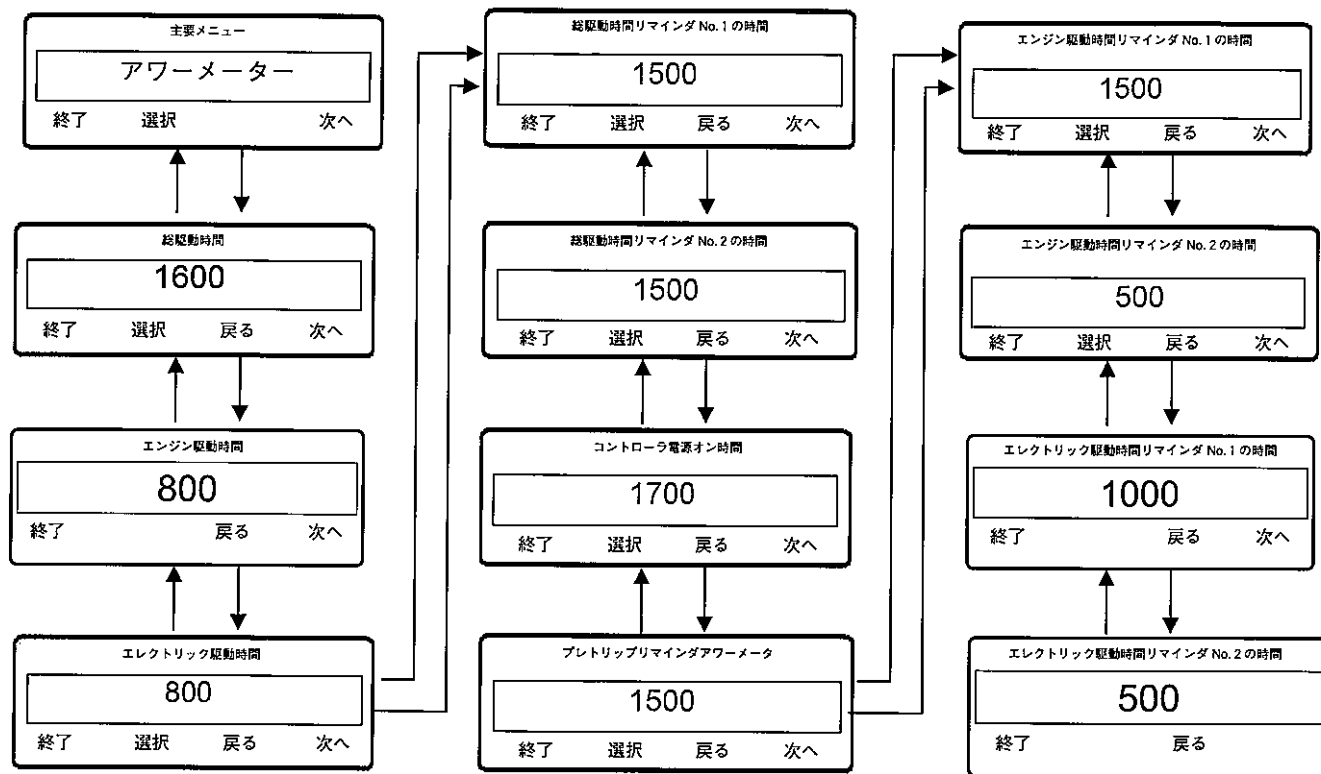

図44 : アワーメーター確認のスクリーン・シーケンス
3. アワーメーター・メニューが現われるまで、次へソフト・キーを押してください。図44を参照してください。